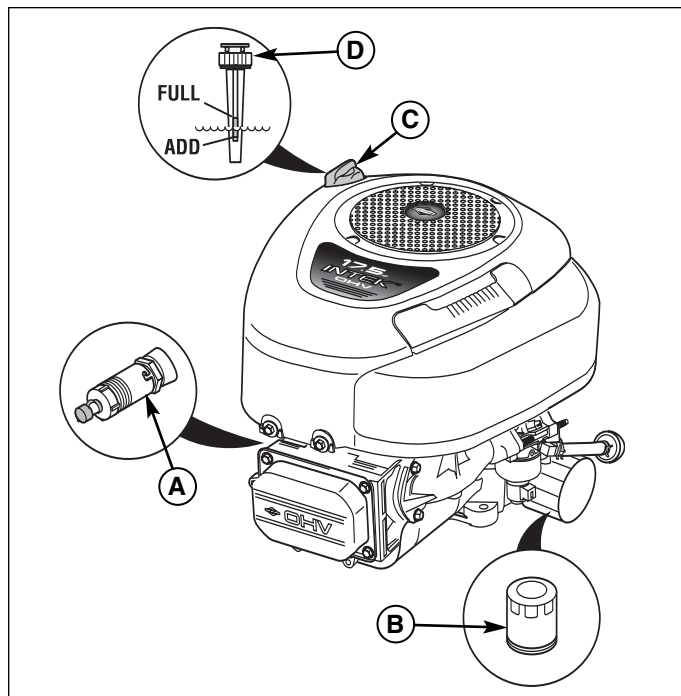

Abbildung 22. Briggs & Stratton-Einzyylindermodelle
2. Den Bereich um den Ölmessstab reinigen (C, Abbildung 22 oder 23).
3. Ölmessstab (C) heraus ziehen und mit Papiertuch abwischen.
4. Ölmessstab (C) wieder in den Motor einschieben
1. Einen geeigneten Behälter mit etwa 4,5 Liter Fassungsvermögen unter das Ölablassventil stellen (A, Abbildung 22 oder 23).
2. Ölmesststab lockern oder entfernen (C, Abbildung 22 oder 23).
1. Den Bereich um Ölmesstab (C, Abbildung 22 oder 23) und Ölablassventil (A) reinigen.
3. Ölfilter (B) ausbauen. Filter entsorgen.